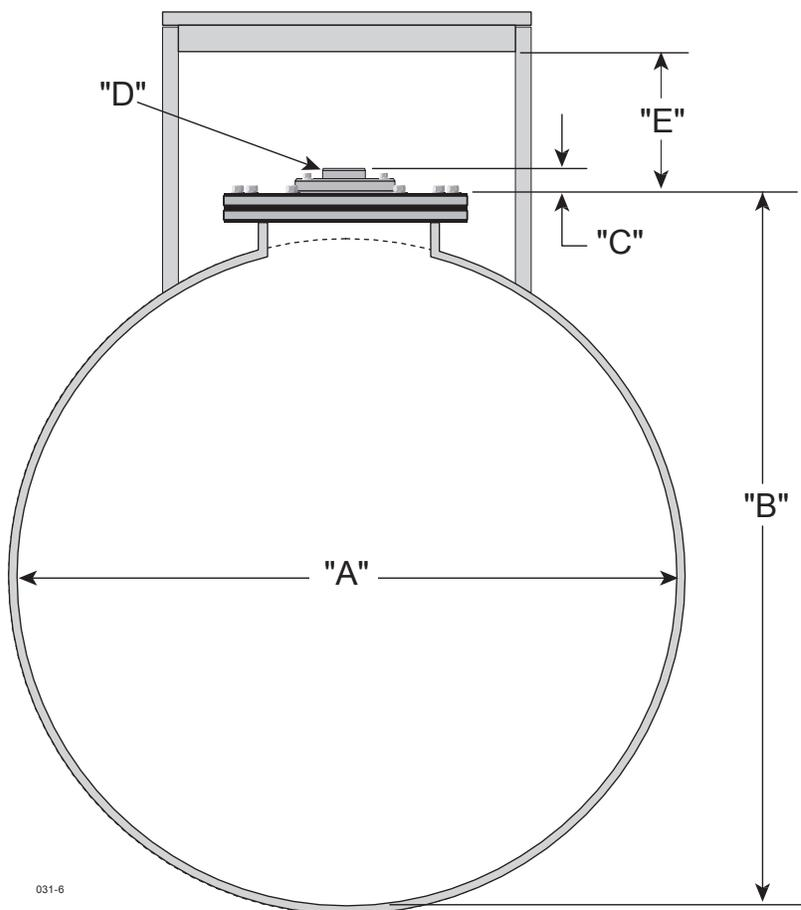

Abbildung 15. Abmessungen zur Berechnung der kundenspezifischen Sondenlängen und Standrohren
Führen Sie den folgenden Vorgang unter Beachtung von Abbildung 15 aus.
**ANM.** Der Wert in Spalte "K" muss Null oder eine positive Zahl sein. Sollte sich ein negativer Wert ergeben, ist der Freiraum für die aus Sonde und Standrohr bestehende Baugruppe unzureichend. Wenden Sie sich in diesem Fall an den Technischen Kundendienst der Firma Veeder-Root oder an Ihren lokalen Vertreter, um Einzelheiten zu Mag-Sonden mit kundenspezifischen Längen und speziellen Standrohren mit den Abmessungen A - E in Abbildung 15.